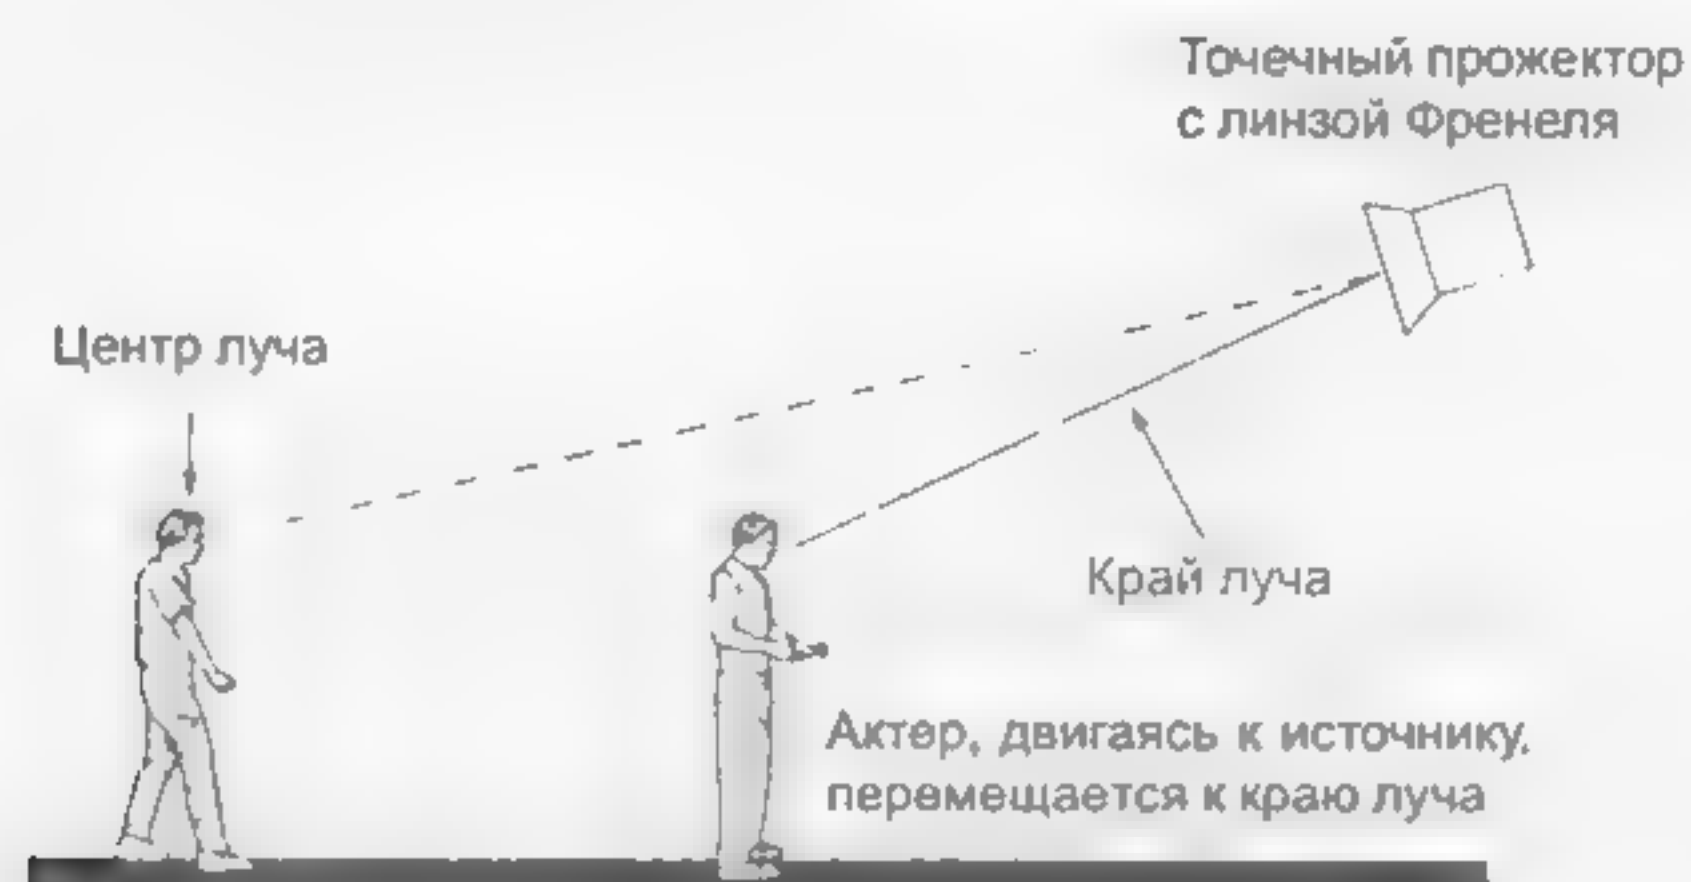

Рис. 18.1 Передвижение субъекта — использование точечного источника
- использование точечного светильника (рис. 18.1)